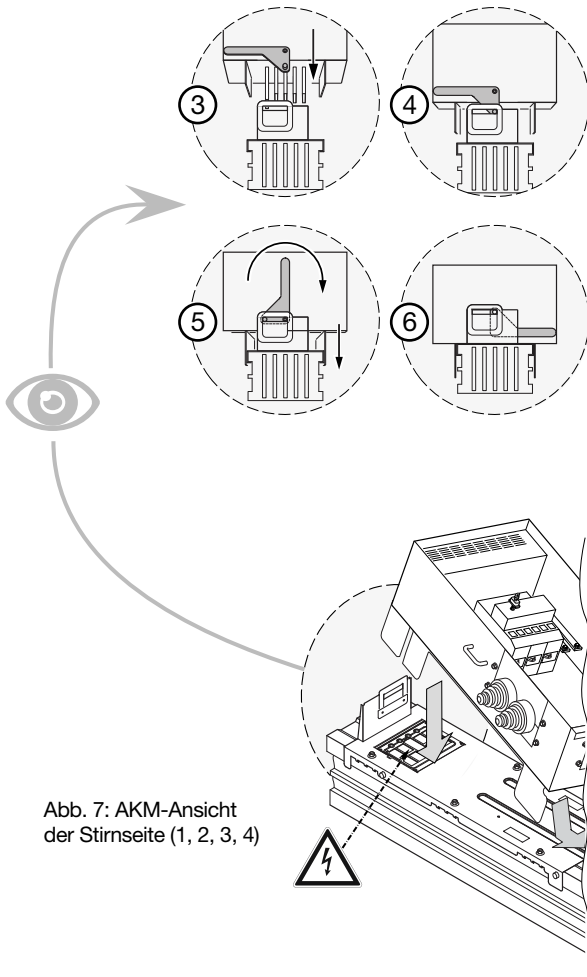

Abb. 7: AKM-Ansicht der Stirnseite (1, 2, 3, 4)
6. Abb. 7 - Kipphebel umlegen - AKM einrasten: